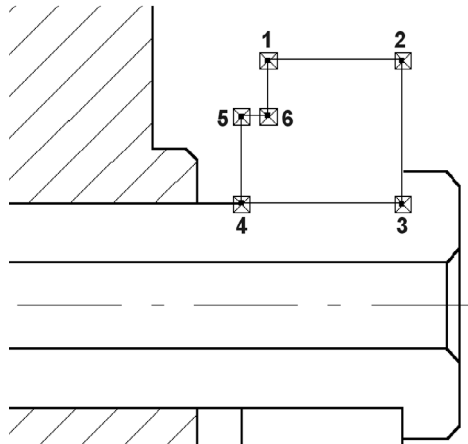

Рис. 34.12. Ручное рисование границы штриховки
3. Сформируйте область штриховки, последовательно указав точки 1, 2, 3, ... 6 (рис. 34.12).